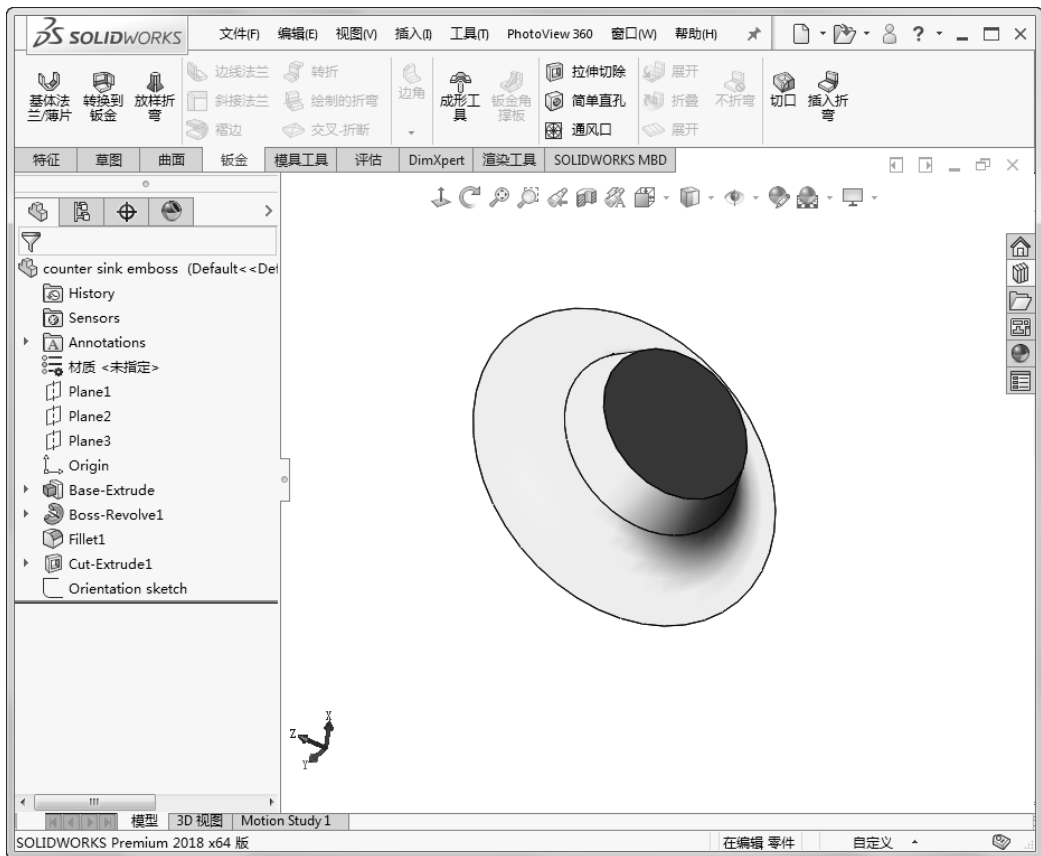

图 10-126 双击 circular emboss 成型图标
1) 单击  (设计库) 按钮，在“设计库”对话框中按照路径 Design Library\forming tools\找到需要修改的成型工具，鼠标双击成型工具图标，例如，鼠标双击 circular embosses (凸起) 工具中的 dimple 成型图标，如图 10-126 所示，系统将会进入 dimple 成型特征的设计界面。